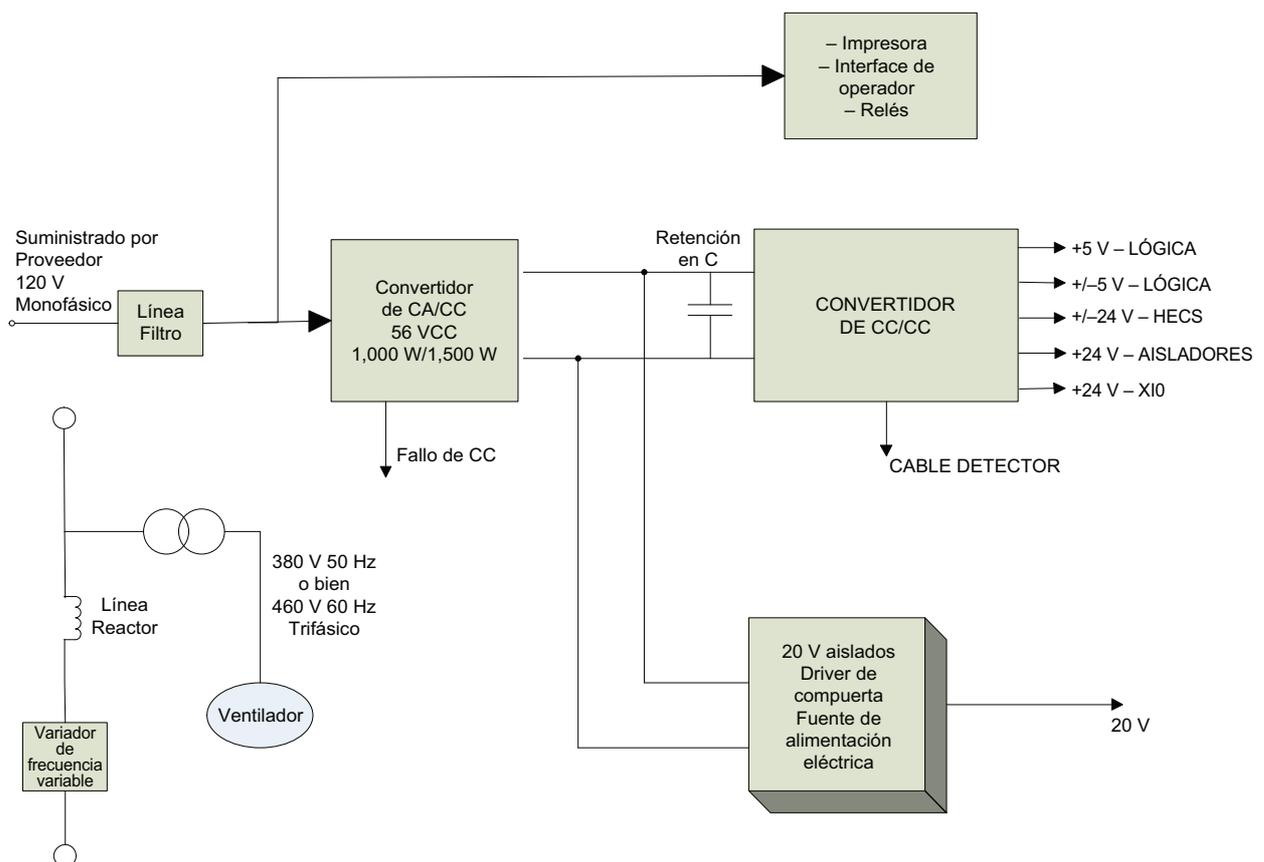

Figura 77 – Variadores de reactor de línea AFE
- Variador con reactor de línea (consulte la Figura 77)
La Figura 77 ilustra la distribución de la alimentación eléctrica de control para los variadores con modulación de impulsos en anchura (PWM) con arrancador/reactor de línea de arrancador.